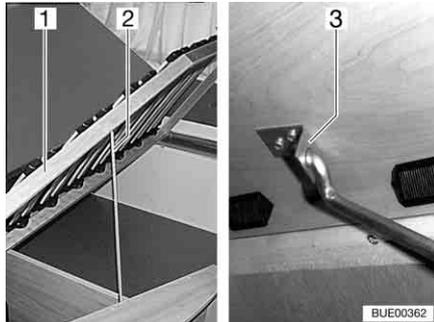

Fig. 75 Letto fisso
- Sollevare il telaio portamaterasso (Fig. 75,1), allentare la guida (Fig. 75,2) dal suo ancoraggio e inserirla nel foro del supporto (Fig. 75,3).
- Sollevare il telaio portamaterasso (Fig. 75,1), allentare la guida (Fig. 75,2) dal supporto (Fig. 75,3) e incastrarla nell'ancoraggio.